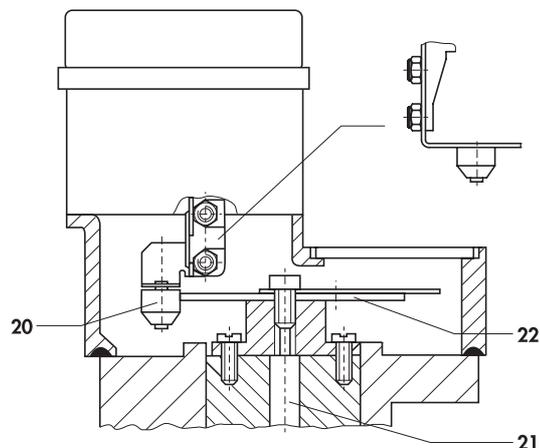

Fig. 8 · Transmission du déplacement rotatif sur le positionneur
Sur les vannes linéaires, la course et ainsi la position de vanne transmise au levier (1) par le palpeur (1.1) déterminent la force du ressort de mesure (4). Sur les vannes rotatives, un galet (20) est fixé sur l'extrémité du levier (1) (fig. 8). Le mouvement rotatif de l'arbre du servomoteur (21), palpé par le galet (20) sur une came (22), est transformé en un déplacement linéaire nécessaire au système de commande pneumatique des positionneurs.